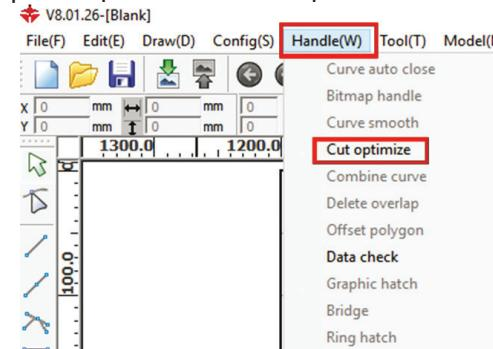

Рис. 8.9.1. Оптимизация траектории в RDWorks
Для англоязычной версии RDWorks V8.01.26 необходимо в меню “Handle (W)” выбрать функцию “Cut optimize”. В окне “Cutting optimize handle” установите значения параметров “Dir” = “Bottom To Up” (снизу-вверх), и “Height” согласно размеров деталей проекта, например, “Height” = 5.0 (рис. 8.9.1-8.9.2).